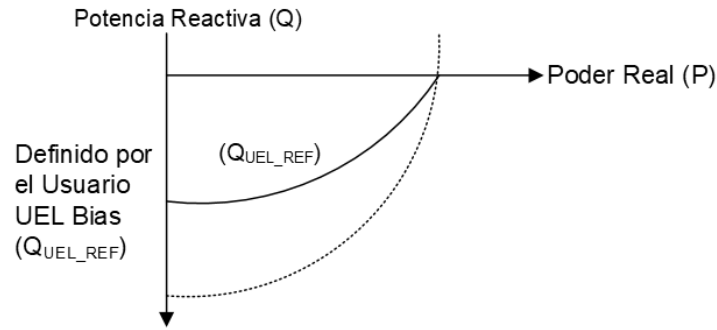

Figura 33-11. Referencia de Limitador de Subexcitación
1. La característica operativa interna de UEL está diseñada para imitar los límites operacionales del generador en el plano P-Q como se ilustra en Figura 33-11. La referencia UEL (Q_{UEL_REF}) se genera en función del parámetro de entrada del usuario "UEL Bias (Q_{BIAS})" y la potencia activa (P) de la siguiente manera: